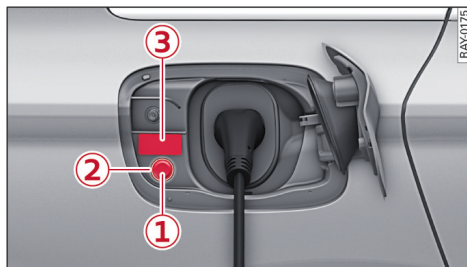

图 67 汽车右后侧：由汽车充电接口、按钮和 LED 组成的充电单元
⇒ 93 页，图 67。
- ▶ 在给汽车解锁后点按按钮 ① ⇒ 93 页，图 67。
⇒ 93 页, 图 67。在充电单元上的标贴 ③ 上标有关于不同显示的信息。